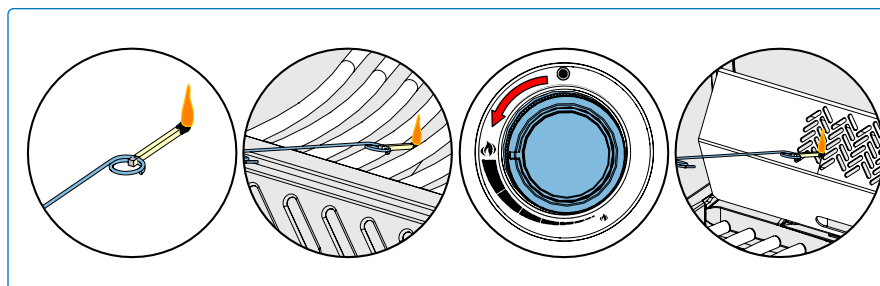

Рис. 8
3. Поверните ручку соответствующей конфорки на максимум. (Рис. 8).